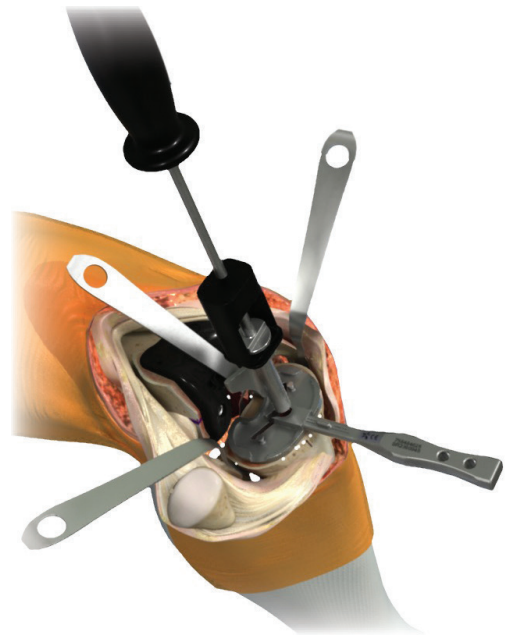

Figura 24c
**Nota:** Un método alternativo para configurar la rotación tibial es utilizar una Bala de Prueba Tibial. Esta puede ser utilizada una vez que el canal central ha sido preparado, pero antes de la preparación de la base. Con la Prueba Tibial sin impactar, inserte el impactador en el canal preparado, inserte una prueba de superficie articular de 9 mm y la Prueba Femoral correspondiente. Evalúe la rotación de la placa base y utilice un cauterizador para marcar la posición correcta. A continuación clave y prepare la base como se ha indicado anteriormente (Figura 24c).